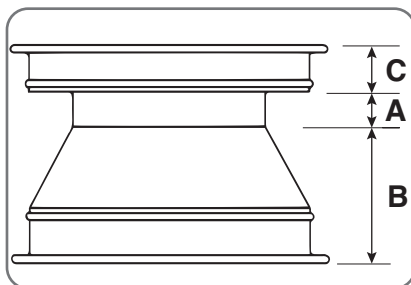

Fig. 6.1
Vedi (Fig.6.1). Identificare sul cerchio la posizione del canale (A). Individuare la larghezza maggiore (B) e la larghezza minore (C). Lo pneumatico deve essere montato o smontato con la ruota posizionata sull'autocentrante e con il lato della larghezza minore (C) rivolto verso l'alto.